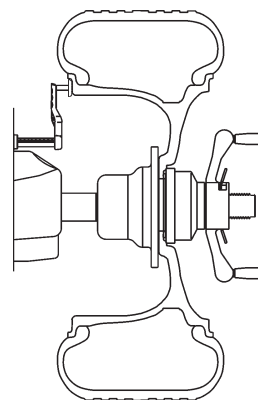
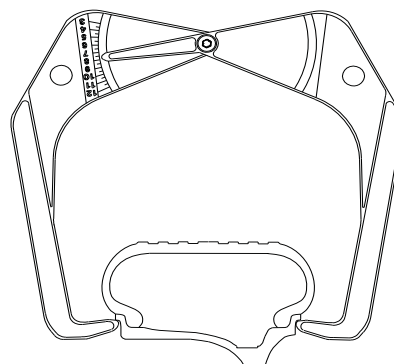

Figure 23a
Figure 23b
- Déplacer le bras de déport de la jante au bord de la jante, toucher le pointeur sur le bord de la jante comme cela est illustré à la figure 23a et maintenir pressé pendant au moins une seconde. L'avertisseur sonore retentira quand les valeurs de la distance et du diamètre sont calculées et entrées. Faire revenir complètement le bras dans sa position initiale inférieure sur l'équilibreuse. Ne pas laisser le bras de mesure « balancer » devant l'équilibreuse.
en utilisant les compas pour mesurer la largeur de la jante. Mesurer la roue où la masse serait appliquée, Figure 23b. Presser sur la touche entrer largeur, Figure 23a et entre la largeur mesurée en appuyant sur les touches +/- jusqu'à ce que la valeur apparaisse sur l'afficheur.